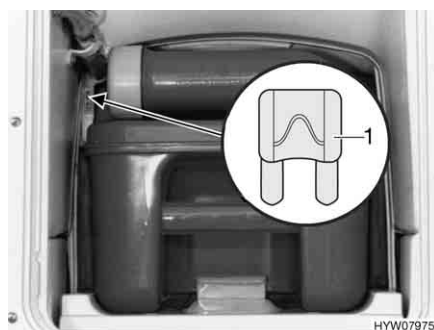
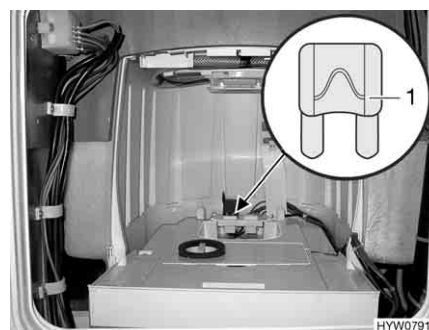

Fig. 140 Fusibile della toilette Thetford
Fig. 141 Fusibile della toilette Thetford (alternativa)
- Sostituire il fusibile (Fig. 140,1 o Fig. 141,1).